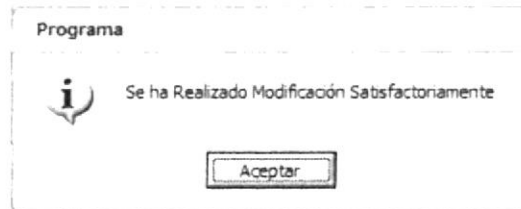

Figura 5.43 Mensaje de Modificación de País
5. Si se ha realizado la modificación aparecerá el mensaje (Ver figura 5.43)